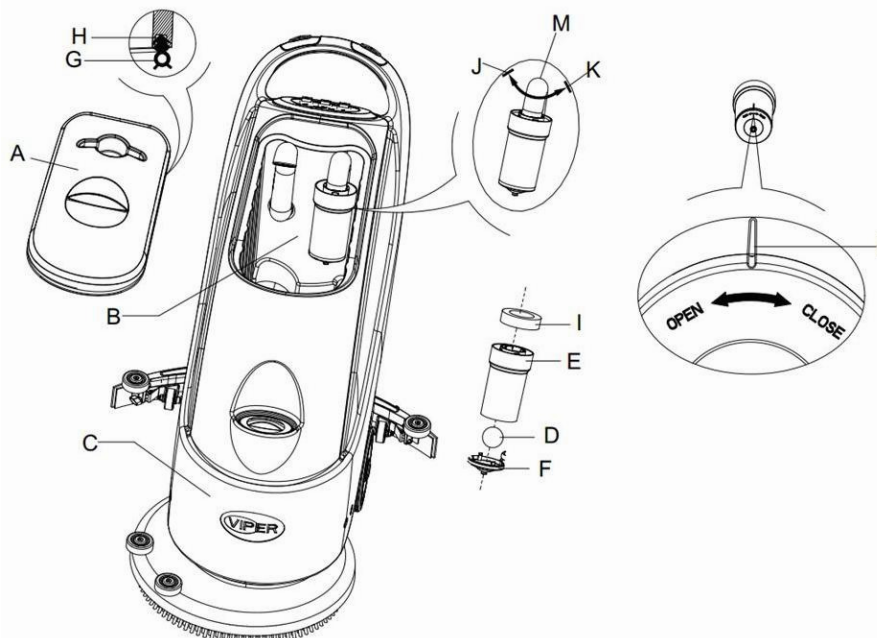

Figura 16
2. Puneți comutatorul (41) pe poziția "O" pentru a opri mașina.
3. Deschideți capacul apei de colectare (A, Figura 16) și scoateți flotorul (36) din rezervorul de apă de colectare.
4. Folosiți apă curată pentru spălarea capacului rezervorului (A), rezervorul (B și C), și cadrul suport al filtrului flotor (E). Goliți toată apa din rezervor prin tubul de colectare apă (15).
5. Dacă este necesar, urmând simbolurile "Deschis" și "Închis" după cum se arată în Figura 16, deschideți capacul (F) de la baza filtrului flotor și curățați flotorul (D), cadrul suport al filtrului flotor (E) și buretele filtrului (I). După spălare, fixați flotorul pe cadrul suport al filtrului flotor (E), și apoi aliniați marcajul șanț (L) de la partea de jos a capacului (F) filtrului flotor cu marcajul șanț (L) de pe cadrul suport al filtrului flotor (E). Închideți strâns capacul (F) de la partea de jos a filtrului flotor și fixați buretele filtrului (I) pe cadrul suport al filtrului flotor (E), și apoi pe tubul de aspirare (M).
6. Verificați soliditatea inelului de etanșare (G) al capacului rezervorului de apă.